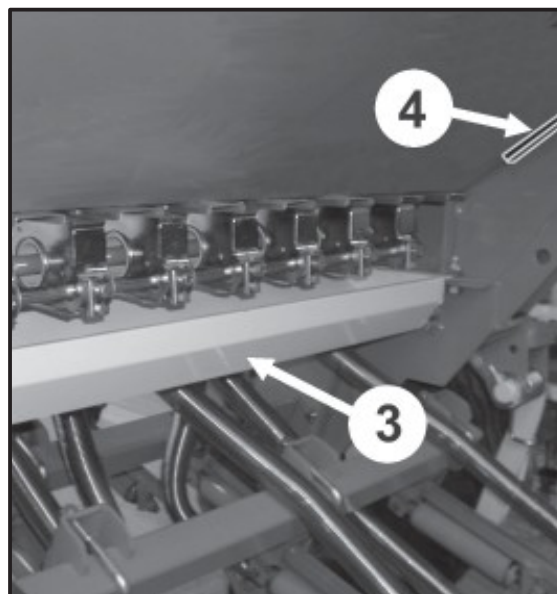

fig. 14
**2)** Togliere il vassoio (4, fig. 14) dalla posizione di riposo e collocarla nell'alloggiamento sotto i distributori (4, fig. 14). La macchina TRI-294/R-ESP non è equipaggiata del vassoio. In questo caso si dovrà utilizzare un contenitore o un telo idoneo a contenere i semi.